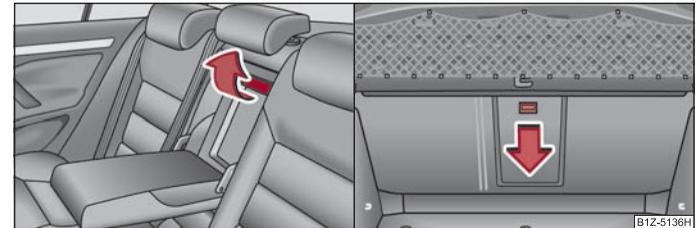

Fig. 100 Sièges AR: Poignée du couvercle / Coffre à bagages: Touche de déverrouillage
- Tirez la poignée à fond vers le haut et ouvrez le couvercle vers le bas ⇒ page 93, fig. 100 - à gauche.
- Poussez la touche de déverrouillage vers le bas ⇒ page 93, fig. 100 - à droite et rabattez le couvercle (avec l'accoudoir) vers l'avant.